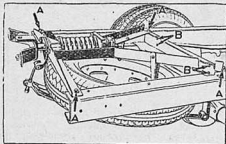

Рис. 1. Буксирный прибор старой конструкции
1. Снять с рамы старый буксирный прибор и держатель запасного колеса, открутив четыре болта **A** и четыре заклепки **B** (рис. 1).